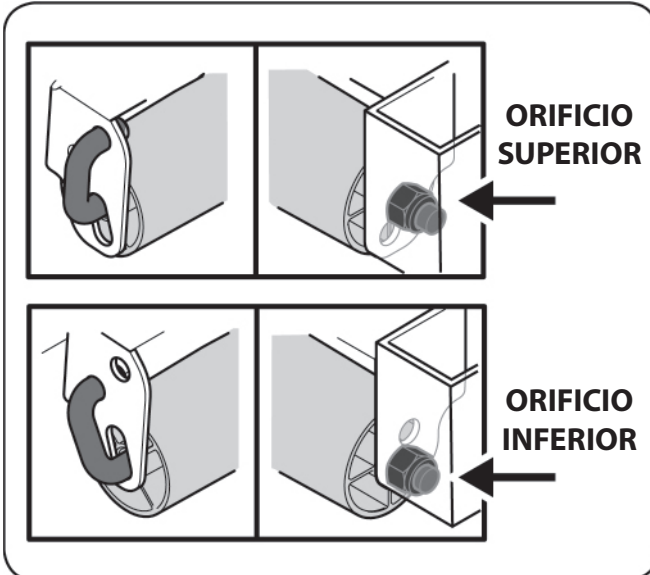

Figure 1-8
5. El rodillo se puede ajustar en dos alturas diferentes. Para cambiar la altura del kit marcafranjas, extraiga la tuerca de seguridad y deslice el pasador hacia afuera lo suficiente para moverlo hasta el ajuste de altura deseado en el lado derecho de la ménsula. Sujete el extremo con gancho del pasador e instale la tuerca de seguridad para trabar en posición. Consulte la Figure 1-8.